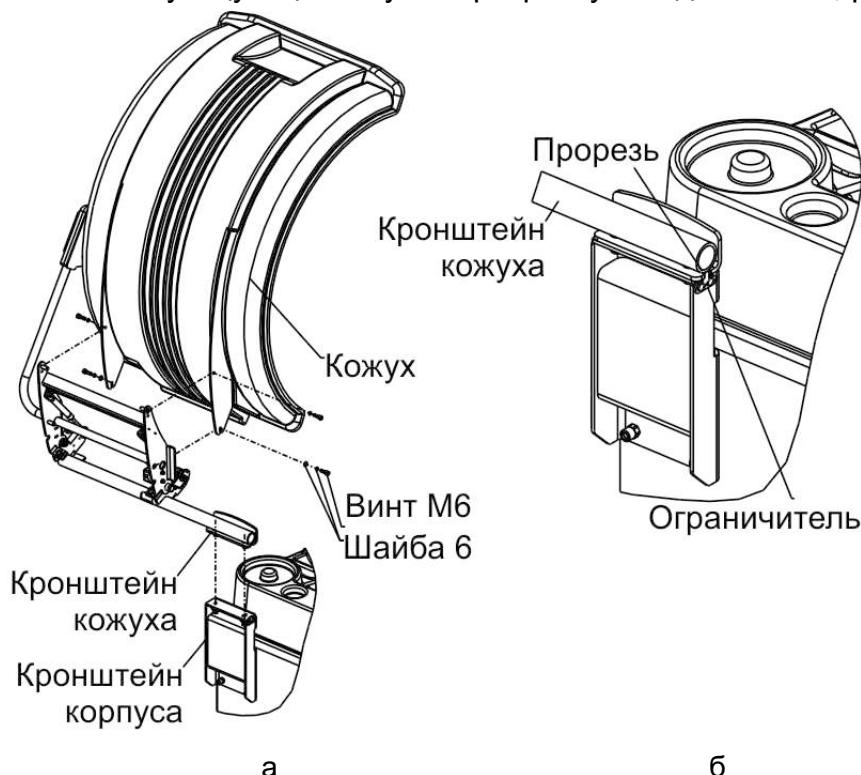

Рисунок 4.4
4.2.4 Кронштейн кожуха (рисунок 4.4 а) установить на кронштейн корпуса и зафиксировать гайками M8 с шайбами. При этом ограничитель необходимо совместить с прорезью, в кронштейне кожуха (рисунок 4.4 б).